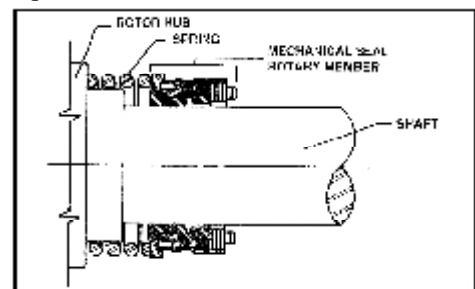

Figure 25
(5) 在轴上轮毂处装上弹簧。见图 25。
(6) 滑动表面充分接触的组件,通过安装衬套使之刚刚能够接触弹簧但不要压迫弹簧,拿掉安装衬套。